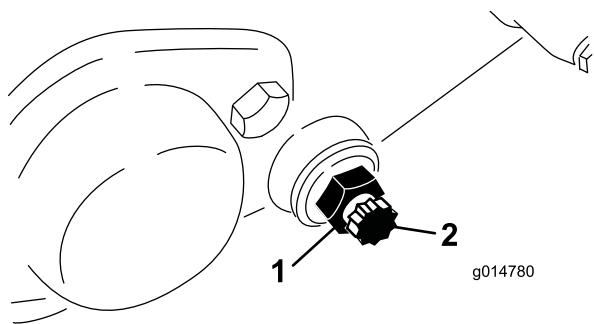

**Bild 55**
1. Drehen Sie die Einstellschraube des Untermesserträgers nach links, um den Abstand zwischen Untermesser und Spindel zu vergrößern (Bild 55).
2. Drehen Sie die Federspannungsmutter so weit hinaus, bis die Scheibe nicht mehr gegen den Untermesserträger angespannt ist (Bild 55).